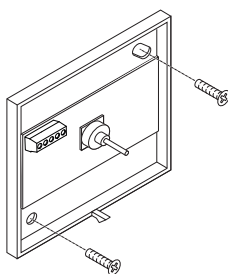

Fig. 2
4. Fissare la piastra di montaggio a parete mediante le viti (fig. 2).
2. Rimuovere la cornice (fig. 2).